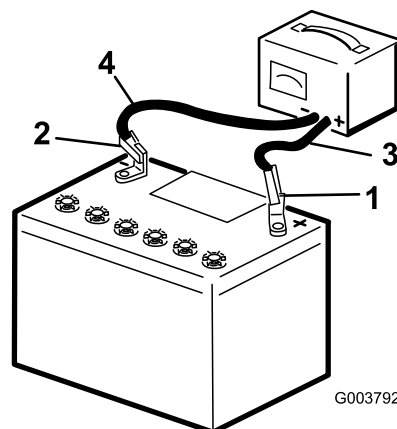

Figura 46
3. Conecte el cable positivo del cargador de la batería al borne positivo de la batería (Figura 46).
4. Conecte el cable negativo del cargador de la batería al borne negativo de la batería (Figura 46).
6. Cuando la batería esté completamente cargada, desconecte el cargador de la fuente eléctrica, luego desconecte los cables del cargador de los bornes de la batería (Figura 46).